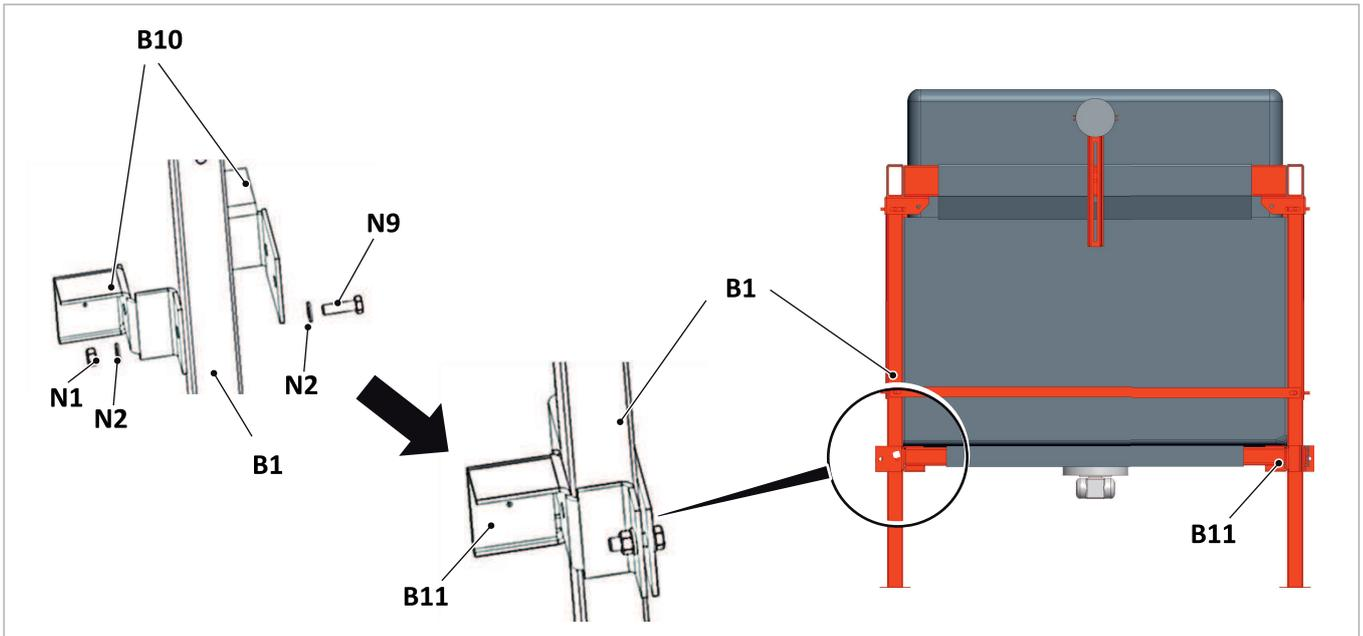

Abb. 101: Spreizriegelhalter anbringen
2. Spreizriegelhalter lose an die Stützen montieren (vgl. → Abb.101) und Spreizriegel einhängen.